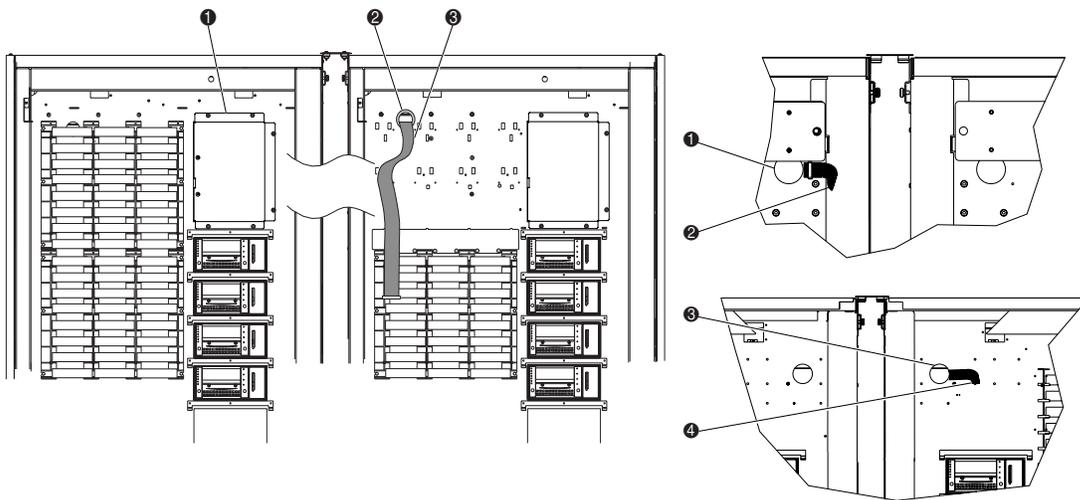

Figura 2-7. Passaggio del cavo del meccanismo PTM
- ❶ Moduli ripiani dei vani
- ❷ Cartucce a nastro
2. Rimuovere il cavo dal foro della libreria di nastri destra, quindi installare la boccola da 5 cm fornita nel foro del cavo (vedere la Figura 2-7).
3. Raggiungere attraverso il foro il meccanismo PTM e tirare il cavo attraverso il foro stesso, lasciando circa 46 cm di cavo sul lato anteriore della parete del vano (vedere la Figura 2-7).
4. Utilizzando sei viti, installare la piastra adattatore del meccanismo PTM sulla libreria ESL9198 sinistra (1 Figura 2-7).